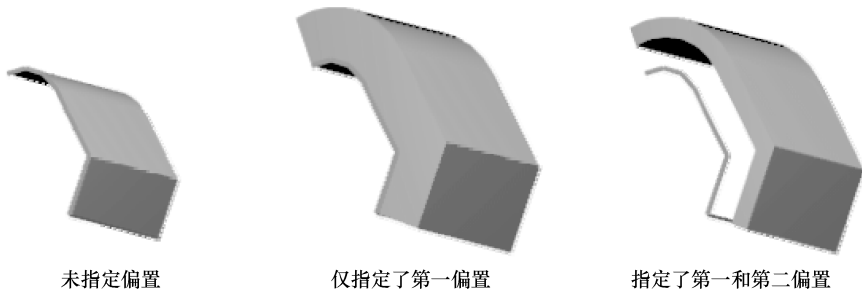

图 3-24 指定偏置
- 第二偏置: 通过输入值来创建截面的第二个偏置曲线。通过创建截面的偏置曲线, 可创建出沿引导线扫描的管道特征。图 3-24 为没有指定和指定了偏置的状态。